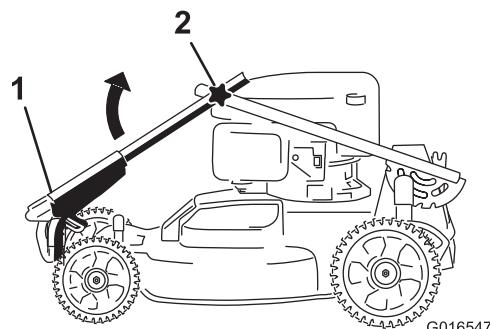
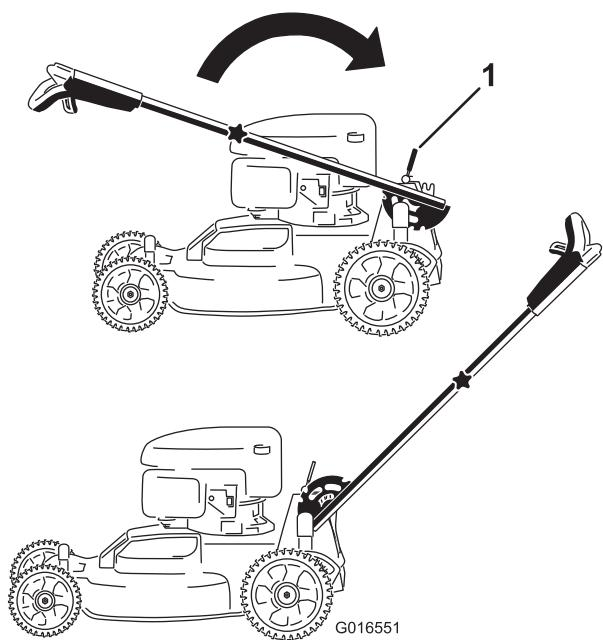

Figure 3
Figure 4
1. Faites tourner la partie supérieure du guidon de sorte qu'elle s'emboîte sur la partie inférieure (**Figure 3**), puis serrez les deux boutons du guidon pour bloquer la partie supérieure en position (**Figure 4**).
2. Relâchez le levier de verrouillage du guidon (Figure 4).
3. Tirez le guidon vers l'arrière pour le bloquer en position (Figure 4).